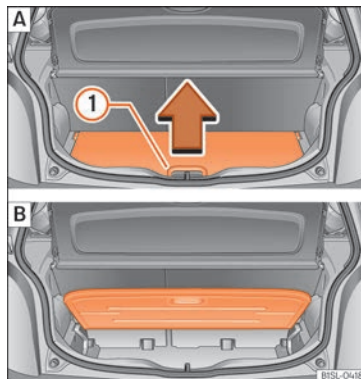

Abb. 96 Variabler Gepäckraumboden: A | Variablen Gepäckraumboden anheben; B | Variabler Gepäckraumboden hochgeklappt. »
- Um den Boden *anzuheben* heben Sie den Griff »» **Abb. 96** [A] ① in Pfeilrichtung an und ziehen Sie den Boden ganz nach oben »» **Abb. 96** [B].